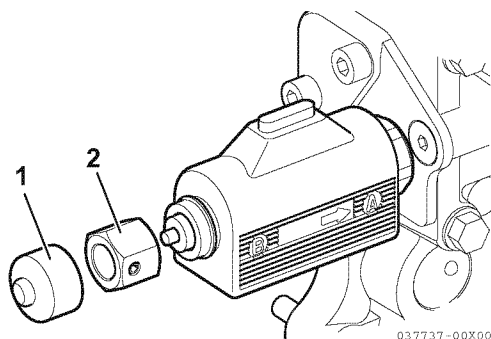

Figura 8
1. Con los motores parados, quite la tapa (1, **Figura 8**) y la tuerca de emergencia (2, **Figura 8**).